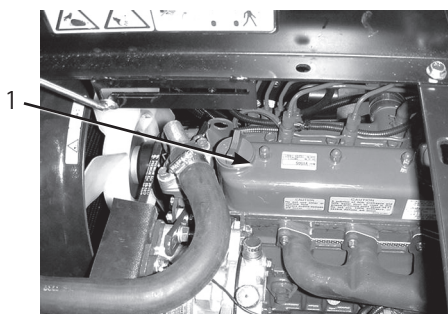

図3
5. 油量が少なければ、バルブ・カバーの上についている補給口 (図3) を開け、ディップスティックの Full マークまでオイルを補給する。